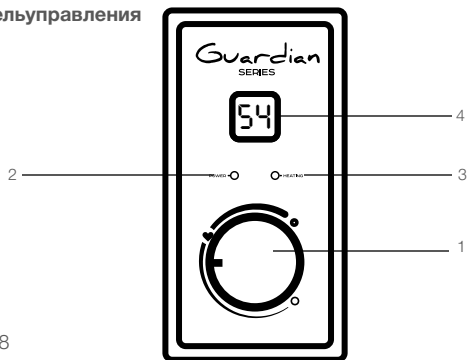

Рис. 8
4. На входной патрубок обозначенный голубым цветом и стрелкой направления течения воды накрутите предохранительный клапан так, чтобы течение воды совпадало с направлением стрелки на корпусе клапана. На отверстие сброса давления предохранительного клапана (см. рис. 8) оденьте дренажную трубку для отвода воды (возможно появление при нагревании) в канализацию.